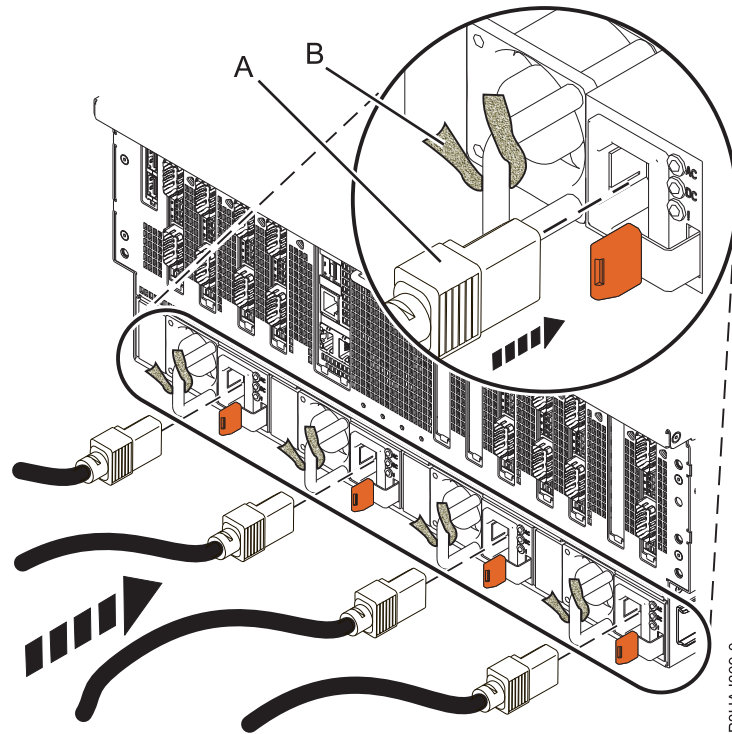

図 22. 電源コードのプラグの差し込みと、ファスナーを使用したケーブルの固定
- a. 電源コードのプラグを電源装置に差し込みます (A)。『31 ページの図 22』を参照してください。
- c. 31 ページの図 22に示すように、コードおよびケーブルを、ケーブル・タイまたは面ファスナーで固定します (B)。